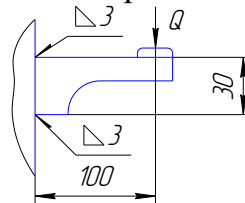

Рис. 7
7. Определить напряжения в швах сварной конструкции (рис. 7). Дано: $Q=8000$ Н, $L=40$ мм – длина каждого сварного шва.